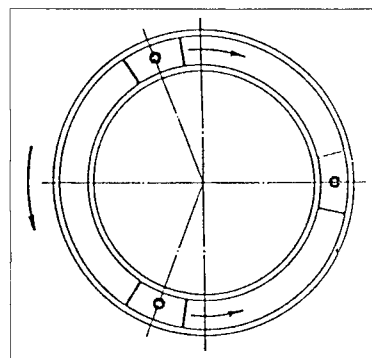

図1-16
- (7) 重心を真横にして砥石から静かに手をはなす。
- (8) 重心側が重い場合は、バランスピースを重心と反対方向に同じ量だけ少しずつ動かす (図1-16)。
- (9) 重心側が軽い場合はバランスピースを重心側に同じ量だけ少しずつ動かす。